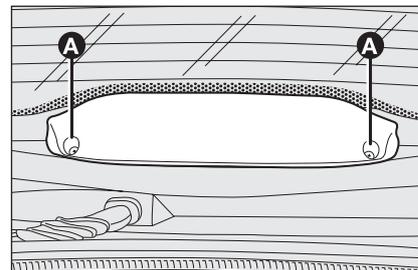

fig. 37
- dévisser les deux vis **A**-fig. 37 et enlever le couvercle complet;